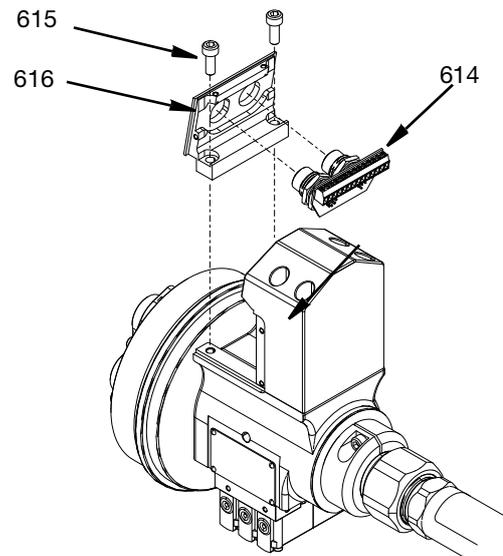

Рис. 38
7. Подсоедините соединения кабеля электромагнитного клапана (617) и, в случае наличия, провода датчика RTD (609) и/или датчика давления (610) к двойному разъему для кабеля (614). См. **5-контактный - без датчика для 25T991 и 25T994** на стр. 47 и **5-контактные и 8-контактные соединения для датчиков температуры и давления. Модели № 25T992, 25T993, 25T995 и 25T996** стр. 48.
8. Установите разъем для двойного кабеля (614) в кронштейн двойного разъема (616) и затяните гайки. Нанесите противозадирное средство и прикрепите кронштейн разъема к корпусу поворотного шарнира (511) с помощью двух винтов M5 SHCS (615) и затяните с усилием 57,5 дюйм-фунтов (6,5 Н•м). См. Рис. 38.